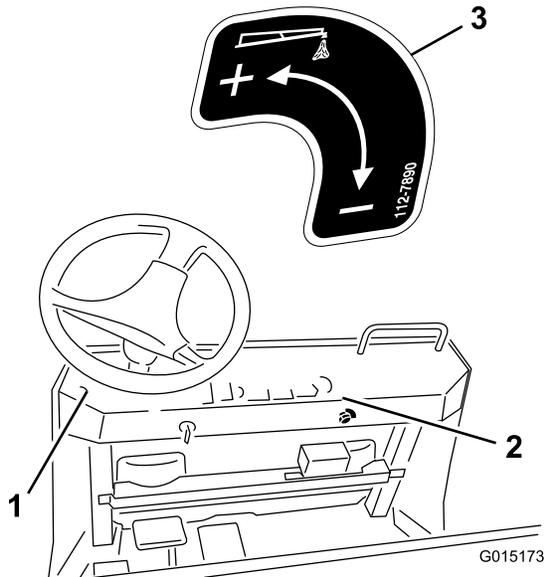

Figura 5
10. Instale la pegatina según se muestra en Figura 5.